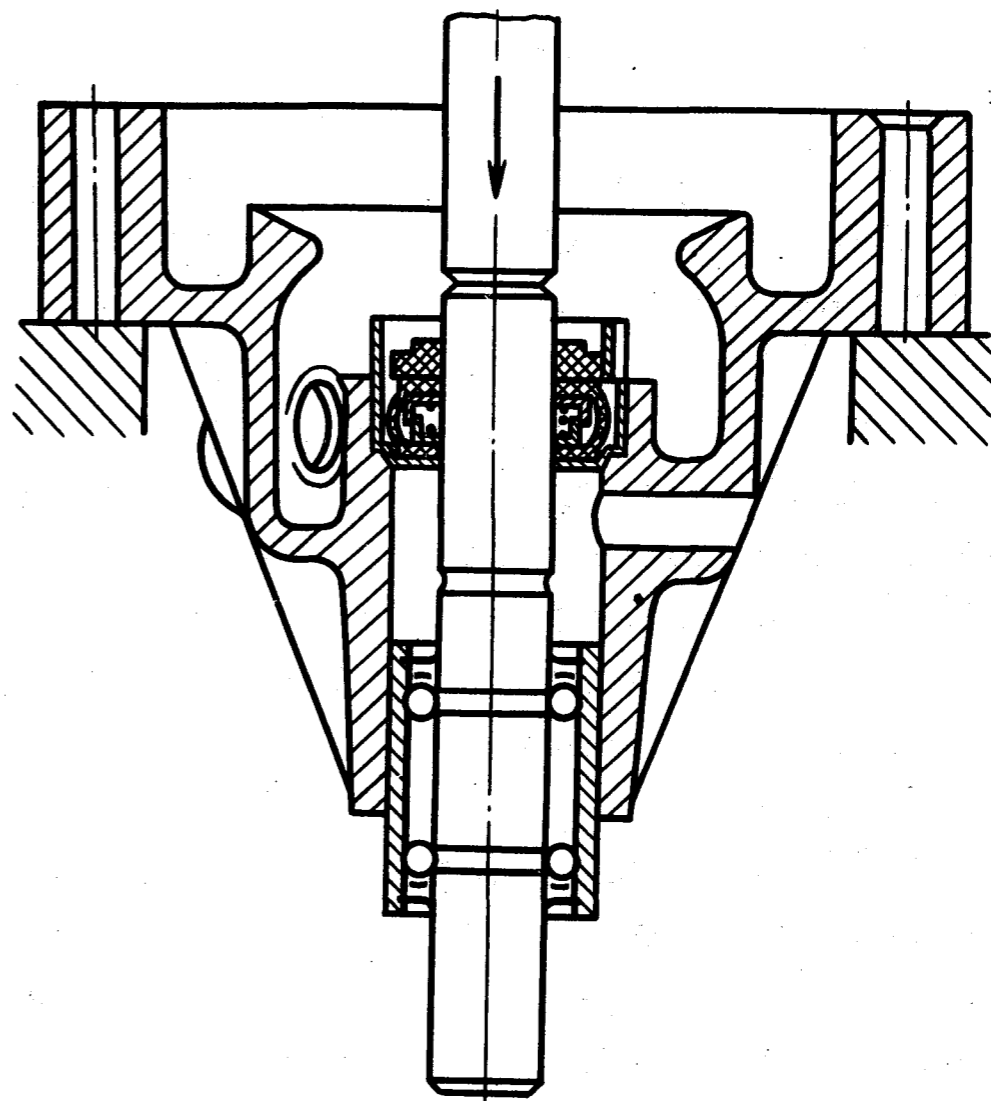

Рис. 73. Выпрессовка подшипника с валом водяного насоса
- выпрессовать из корпуса подшипник в сборе с валом (рис. 73);